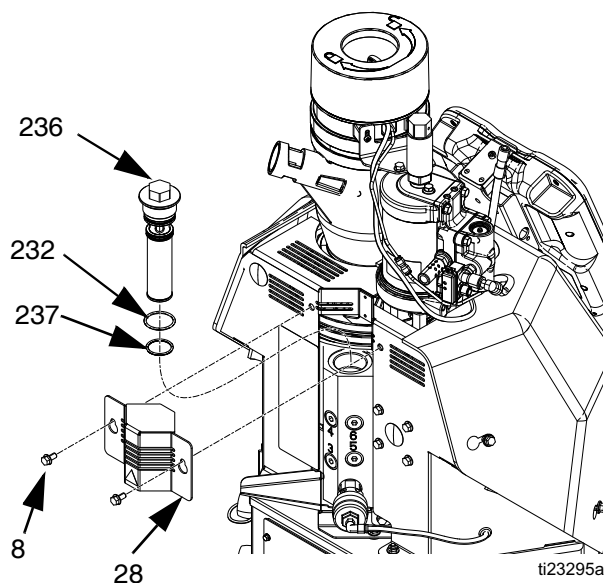

FIG. 23
4. Allentare le due viti (8) e far scorrere la copertura piccola in metallo (28) sul retro del sistema finché non viene rimossa. Vedere FIG. 23.
5. Utilizzare una chiave a tubo da 25 mm (1 in.) per svitare il filtro di uscita (236).
6. Inserire una chiave a brugola attraverso il cappuccio del filtro di uscita per sollevare il filtro di uscita (236) dal sistema.
8. Collocare gli O-ring (232, 237) sul nuovo filtro di uscita, forniti con quest'ultimo (236).
10. Installare la piccola copertura in metallo (28) sul filtro di uscita, quindi serrare le due viti (8).